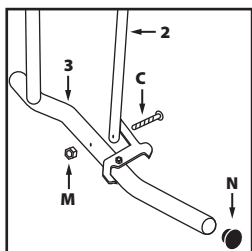

Fig. 4
- Sélectionnez les éléments **2 et 3**. Reliez la pièce **2** à la pièce **3**, à l'aide des fixations **C et M** (**Fig. 4**).